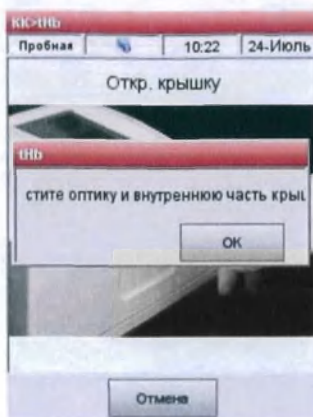

Рис.7-6 Очистите оптику
4. Аккуратно очистите окно оптики и внутреннюю верхнюю крышку камеры для образцов мягкой ворсинкой свободная ткань. Нажмите (Рис.7-6).